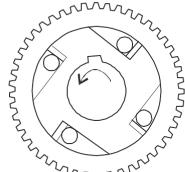

Figura 2-1
1. Asigurați-vă că toate știfturile din figura 2-1 sunt instalate în poziția corectă și lubrificate.